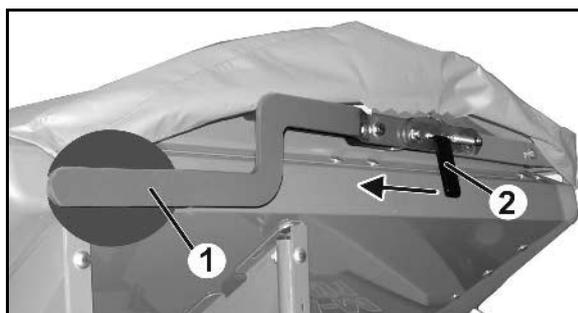

Fig. 31
- Discos esparcidores Fig. 31/1,
- Superestructura Fig. 31/2,
- Ajustador derecho e izquierdo (Fig. 31/3)
- Protección contra suciedad derecha e izquierda (Fig. 31/4)
- Escalerillas derecha e izquierda (Fig. 31/5)
- Tubo de protección (Fig. 31/6)
- Iluminación (Fig. 31/7)